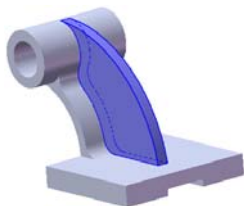
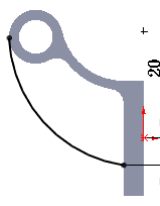

图 3.32.11 筋 1
图 3.32.12 横断面草图
Step7. 创建图 3.32.11 所示的零件特征——筋 1。选择下拉菜单 **插入(I)** → **特征(F)** → **筋(R)**... 命令；选取右视图作为草图基准面，绘制截面的几何图形（即图 3.32.12 所示横断面草图中的曲线）；在“筋”对话框的 **参数(P)** 区域中单击 **两侧** 按钮，输入筋厚度值 8.0，在 **拉伸方向:** 下单击 **反向材料方向(O)** 复选框；单击 **确定** 按钮，完成筋 1 的创建。